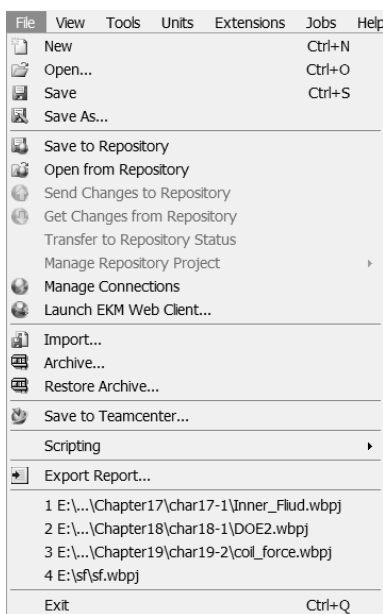

图 1-4 File (文件) 菜单
(1) File (文件) 菜单中的命令如图 1-4 所示。下面对 File (文件) 菜单中的常用命令进行简单介绍。